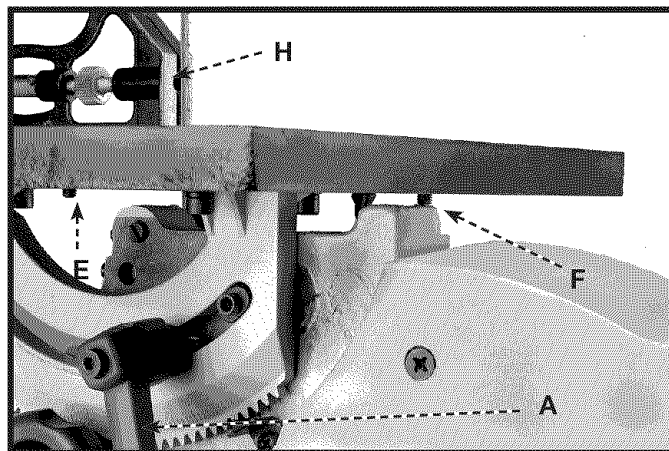
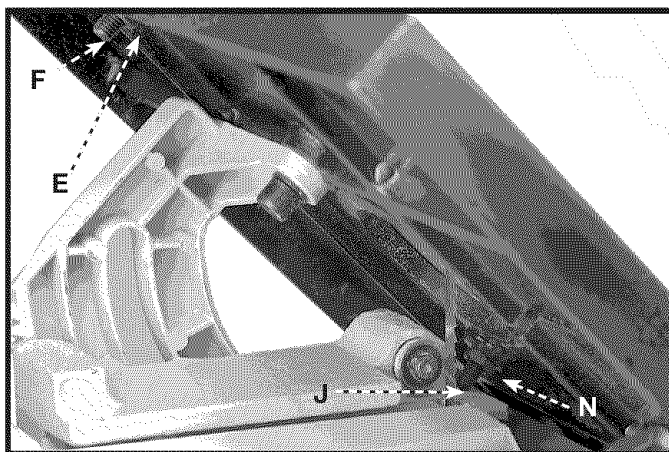
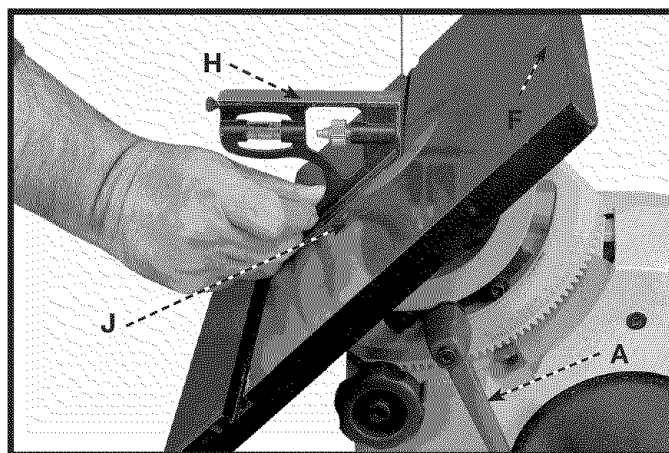

Fig. 32
Fig. 33
Fig. 34
1. Incline la mesa a la posición de 90 grados como lo ilustra la Fig. 32 y apriete la agarradera de cierre (A). Coloque una escuadra (H) sobre la mesa y contra la hoja. Revise si la hoja se encuentra a 90 grados de la superficie de la mesa. Si resulta necesario realizar cualquier ajuste, haga lo siguiente:
2. Incline la mesa para exponer el de nuez de cerradura (E) Fig. 33. Afloje nuez (E) de cerradura y mesa de regreso al 90° la posición. Con el del asidero de la cerradura (A) Fig. 32 flojo, gira el del tornillo de ajuste (F) Fig. 34, utilizando la 3 mm llave inglesa del mal de ojo proporcionó hasta que la hoja fuera 90 grados a la mesa. Entonces apriete el asidero (A) de la cerradura y nuez (E) de cerradura en el tornillo (F) del ajuste.
3. Incline la mesa a la posición de 45 grados, como lo ilustra la Fig. 34. Coloque una escuadra (H) sobre la mesa y contra la hoja, y revise si la hoja se encuentra a 45 grados de la superficie de la mesa. Si se requiere realizar cualquier ajuste, haga lo siguiente:
4. Afloje el de nuez de cerradura (N) Fig. 33 en el tornillo (J) del ajuste localizaron en la cara inferior de la mesa. Con el Fig. del asidero de la cerradura (A) Fig. 34 flojo, el tornillo (J) del ajuste de la vuelta que utiliza 3 mm llave inglesa del mal de ojo proporcionó hasta que la hoja fuera 45 grados a la mesa. Apriete el asidero (A) de la cerradura y nuez (N) de cerradura en el tornillo (J) del ajuste.